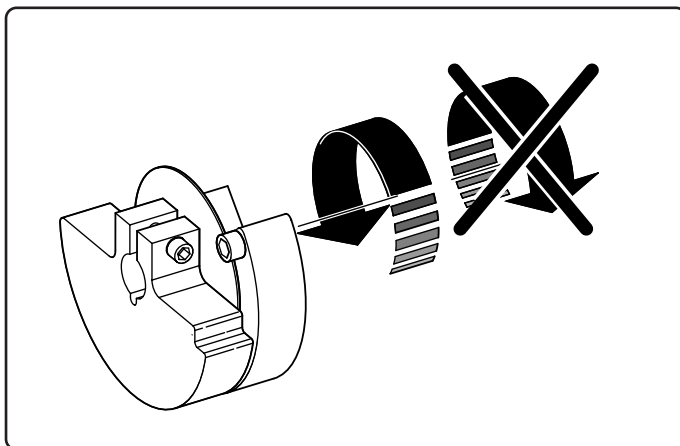

Fig. 22
- Per consentire l'esatta regolazione delle masse i motovibratori sono dotati di un sistema brevettato che impedisce di ruotare la massa regolabile nel senso sbagliato (Fig. 22).
- To allow the weights to be precisely regulated, the electric vibrators have a patented system that prevents the adjustable weight from turning in the wrong direction (Fig. 22).
- Pour permettre le réglage exact des masses les motovibrateurs sont dotés d'un schéma breveté qui empêche la masse réglable de tourner dans le mauvais sens (Fig. 22).
- *Um die genaue Einstellung der Fluchtmassen zu gestatten, sind die Unwuchtmotoren mit einem patentierten System ausgestattet, welches die Rotation der einstellbaren Fluchtmassen in der falschen Richtung verhindert (Abb. 22).*
- Para permitir la exacta regulación de las masas los motovibradores están equipados con un sistema patentado que impide de girar la masa regulable en el sentido erróneo (Fig. 22).